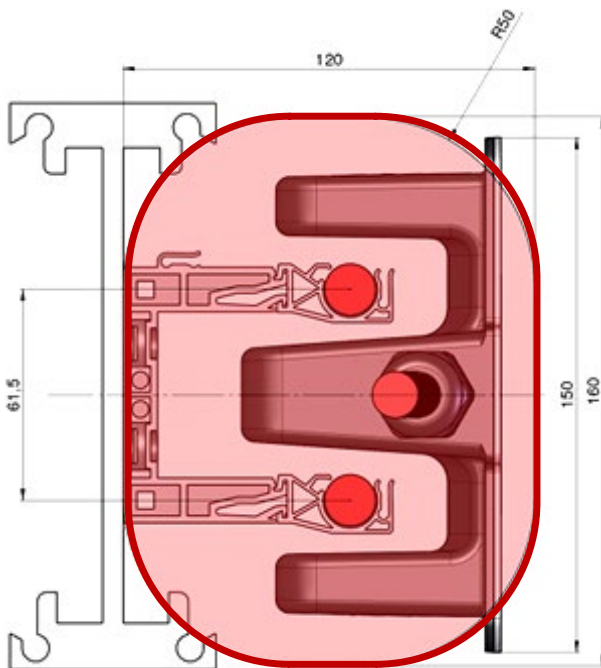

Abbildung 4.4: Bereich frei von ferromagnetischem Material um den Abnehmer
Um die Effektivität des Systems sicherzustellen, ist es sehr wichtig, dass auch der Bereich um den Abnehmer frei von ferromagnetischem Material ist. Das heißt, dass die unten definierte „eisenfreie“ Zone über die gesamte Länge des Fahrzeugs eingehalten werden muss und sich dort keine Fahrzeugrahmen, Motoren, Sensoren oder Stellglieder befinden dürfen. Auch um den Abnehmer muss ein Bereich eingehalten werden, der frei von ferromagnetischem Material ist. In Abbildung 4.4 ist dieser Bereich dargestellt.
- Jegliche Metallkomponenten (Schrauben, Muttern und anderes Zubehör) sind mit einem Abstand von mindestens 16 mm zu den Kabeln zu montieren, wenn sie in einem Einspeiseabschnitt (Kabel eng gebündelt) installiert werden! Im Bereich der Leitung sind noch größere Abstände einzuhalten! Die exakten Werte entnehmen Sie Abbildung 4.4.